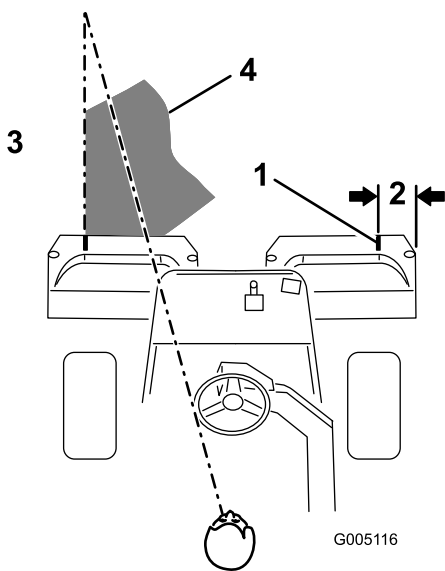

图24
**注意：**为了保持以直线方式穿过果岭、并使得机器与此前剪草的边缘保持等距，请在机器前到果岭未剪部分的边缘虚构一条长约1.8~3m的视线（图24）。有人发现，将方向盘的外缘看作视线的一部分非常有用；即让方向盘边缘对准与机器前面始终保持等距的某个点。